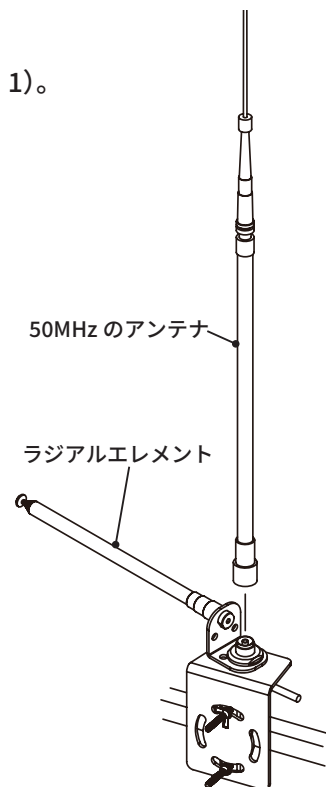

図 3
- ⑤ 50MHz のアンテナを M 型ジャックに取り付け完成です（図 3）。
- ⑥ ラジアルエレメントを全て引き伸ばし、少しずつ縮めて最良の SWR になるよう調整します（アンテナ側のエレメントも併せて調整してください）。